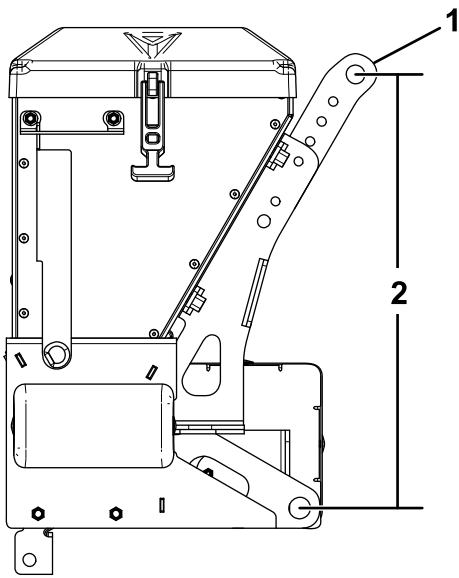

图 13
2. 调整撒布机上连接杆支架的位置使图 13 中所示孔的中心之间的距离接近步骤 1 中的测量值。